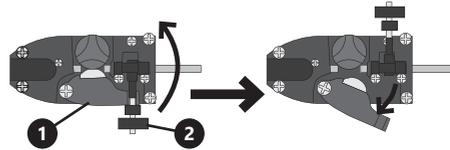

Abb. 5
- (Siehe Abb. 5.) Biegen Sie den Knopf (2) ab, der den Druck der Andruckrolle einstellt. Die Andruckrolle (1) sollte ebenfalls aus der Position springen.